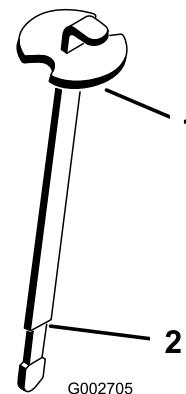

図 16
3. 補給口の首からディップスティックを抜き、きれいなウェスでいねいに拭く。もう一度首に差し込んで引き抜き、オイルの量を点検する。マーク位置 (ディップスティックのくびれている所) まであればよい (図 16)。